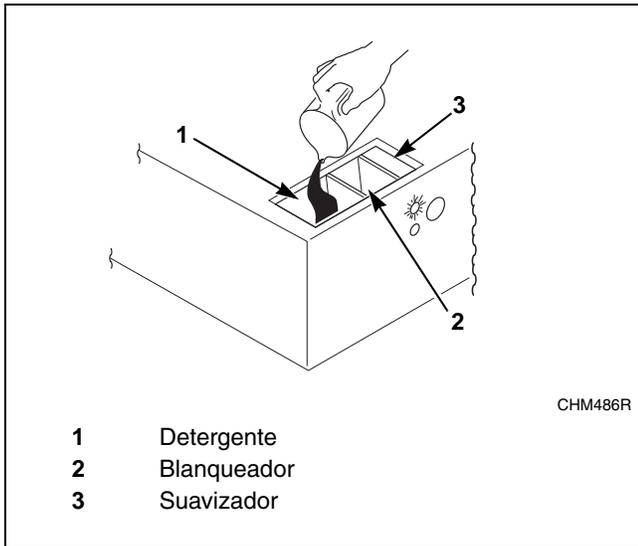

Figura 14
8. Eche líquido y polvos para llenar el distribuidor. Consulte la *Figura 14*.